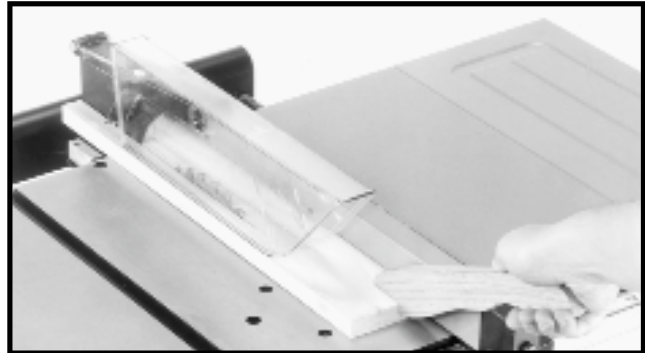

Fig. 47
2. Si el trabajo cortado longitudinalmente tiene menos de 10 cm (4 pulgadas) de ancho, siempre debe usarse una vara para empujar completamente la alimentación, como se muestra en la Fig. 47. La vara para empujar puede realizarse fácilmente a partir de material de desecho, según se explica en la sección "CONSTRUCCIÓN DE UNA VARA PARA EMPUJAR".